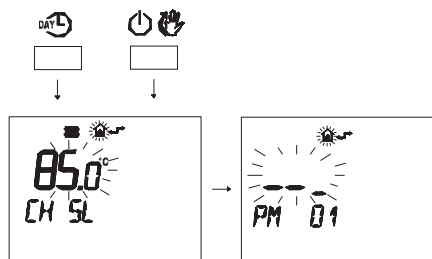

Figura 5.50
- Premere contemporaneamente i pulsanti **DAY** e **🌙** per entrare nella programmazione trasparente (Figura 5.50).